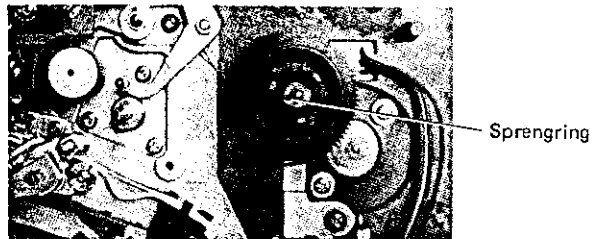

Abb. 2-43
1. Sprengring entsprechend Abb. 2-43 entfernen und Spulenteller herausziehen.